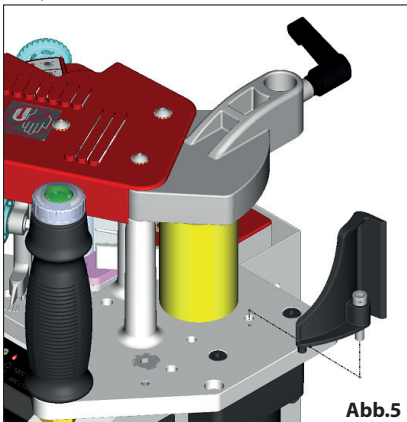

Abb.5
- Die Eckenführung kann auf der Kantenanleimmaschine gemäß (Abb. 5) angebracht werden, zum Sichern die Schraube festziehen.